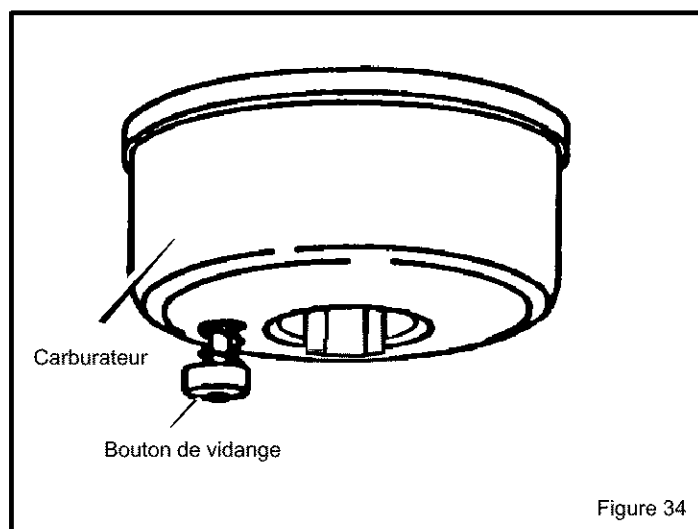

Figure 34
1. Pour vidanger l'essence, faire tourner le moteur jusqu'à ce qu'il tombe en panne sèche. Vidanger l'essence résiduelle du carburateur en appuyant sur le bouton de vidange situé à la base du carburateur (voir Figure 34).